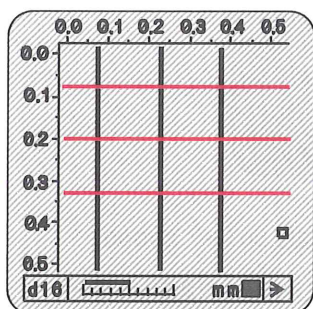

図52
- 鉄筋の上を通過すると、鉄筋の位置がバー（細線）で表示されます。(図52参照)